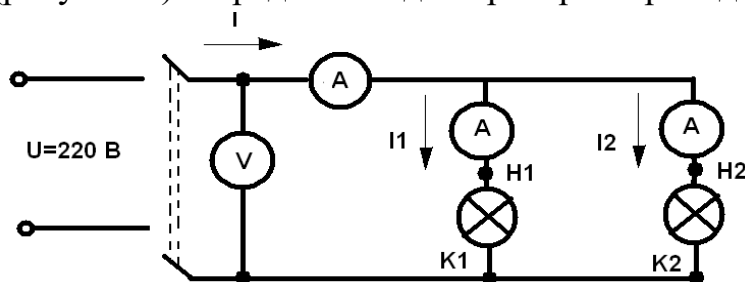

Рисунок 2 – Схема параллельного соединения резисторов.
1. Собрать схему параллельного соединения двух участков с лампами накаливания (рисунок 2) и предъявить для проверки преподавателю.